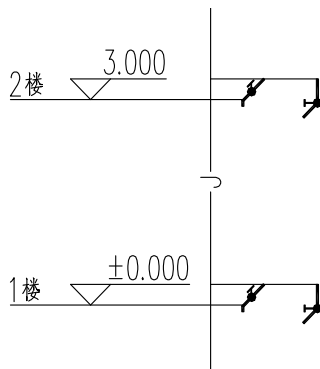

图 3-58 打开素材
**01** 按 Ctrl+O 组合键，打开配套光盘提供的“第 3 章/3.3.8 附件翻转.dwg”素材文件，结果如图 3-58 所示。